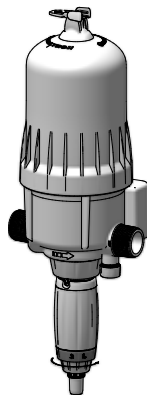

Fig. 16
- Resserrer l'écrou de verrouillage du dosage (**Fig.16**).